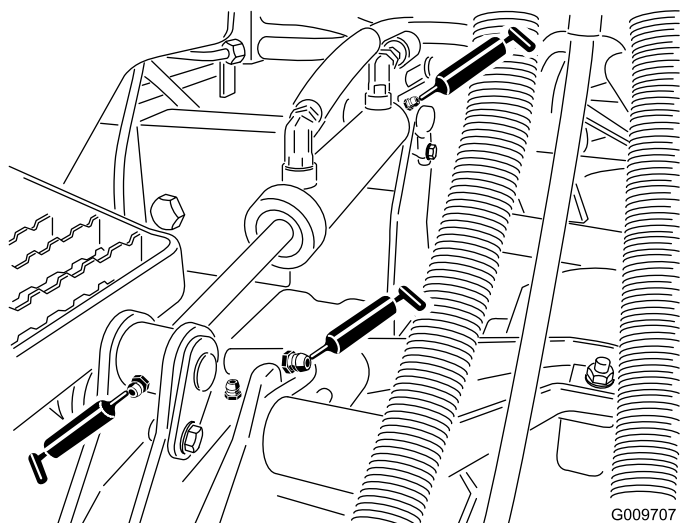

図 53
- 図 53に示す、昇降アームのブッシュカッティングユニット 1 台に 1 ヶ所
- 図 53に示す、昇降シリンダのブッシュカッティングユニット 1 台に 2 ヶ所